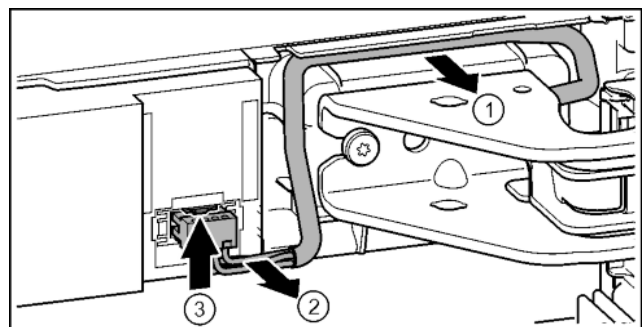

Fig. 17
- ▶ Kabel nad stojanem ložiska opatrně uvolněte z vedení. Fig. 17 (1)
- ▶ Kabelové prameny opatrně táhněte z kanálu. Fig. 17 (2)
- ▶ Tlačte lamelu nahoru a opatrně vytáhněte zástrčku. Fig. 17 (3)